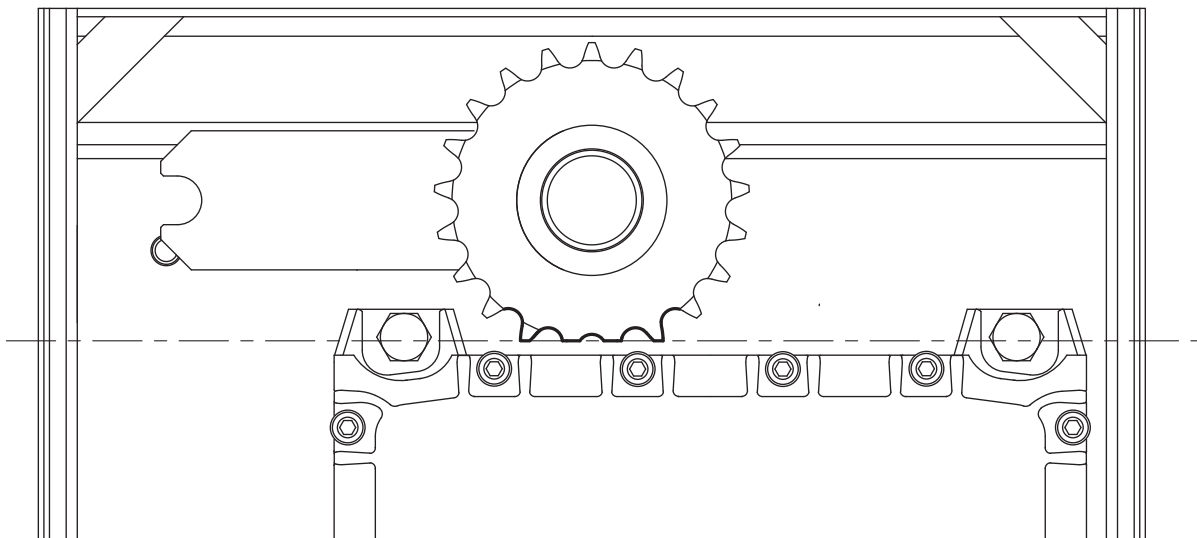

Fig.1
*L'inserimento del motoriduttore nella cassa deve essere effettuato con la staffa nella posizione evidenziata nella Fig. 1.*
*Der Antrieb muss mit dem Bügel in der in Abb. 1 gezeigten Position in das Gehäuse eingesetzt werden.*
*The geared motor should be placed in the casing with bracket in the position shown in Fig. 1.*
*le montage du moteur dans le caisson doit être effectué avec la bride dans la position représentée sur la Fig. 1*